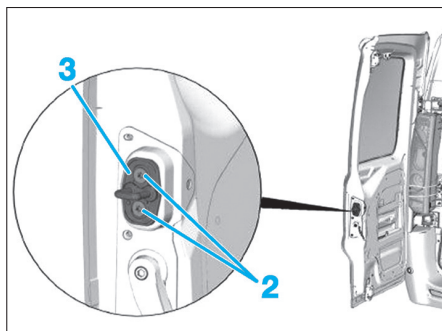

Fig. 102
- Desserrer les vis (2) de la gâche (3) (Fig.102).
- Serrer les vis (2) de la gâche.